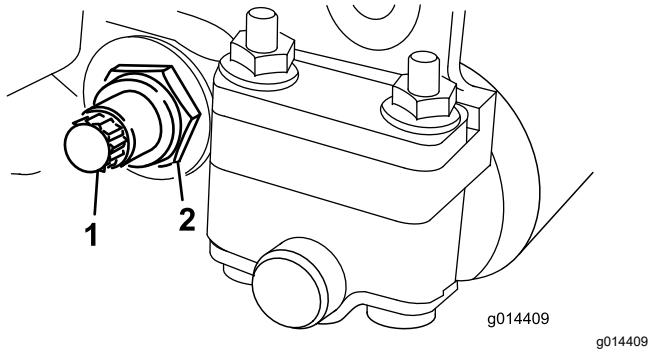

Figure 18
3. De chaque côté de la machine, desserrez le contre-écrou de fixation du boulon de la barre d'appui (Figure 18).
4. Retirez les boulons de la barre d'appui afin de pouvoir abaisser la barre et la déposer de l'unité de coupe (Figure 18).